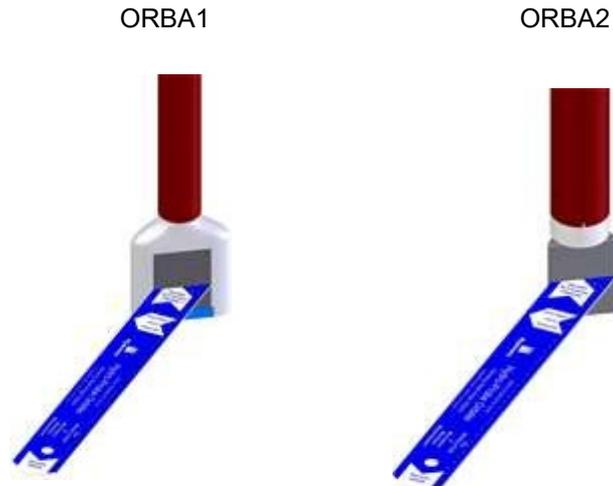

Abbildung 17: Hydronix-Winkelmaß zur Ausrichtung der Keramikstirnplatte
Der Sensor ist entlang dem Abstreiferarm in etwa 1/4 oder 1/3 des Abstands von der Wand des Mixers zu montieren (siehe Abbildung 16). Die Keramikstirnplatte des Sensorarms sollte  $55^\circ$  zum Zentrum des Mixers angewinkelt werden. Um diesen Winkel zu erreichen, kann das mitgelieferte Winkelmaß verwendet werden (weitere Informationen siehe Abbildung 17).
Der Sensorkopf sollte in einem Bereich platziert werden, in dem der Materialfluss am gleichmäßigsten ist. Normalerweise ist dies in einem Drittel oder Viertel des Abstands zur Außenseite der Mischerwand. (Abbildung 17)
- Ein Winkel von 55° liefert im Allgemeinen gute Ergebnisse. Verwenden Sie das mitgelieferte Winkelmaß, um den Winkel einzustellen (Abbildung 17).